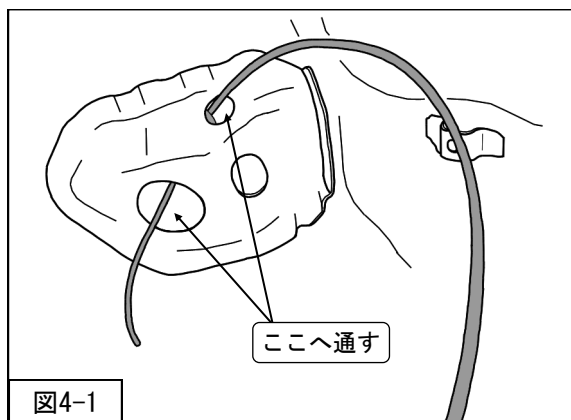

図4-1
1. 減衰力ケーブルの OUTER ケースを車両の穴へ通してください。(図4-1)